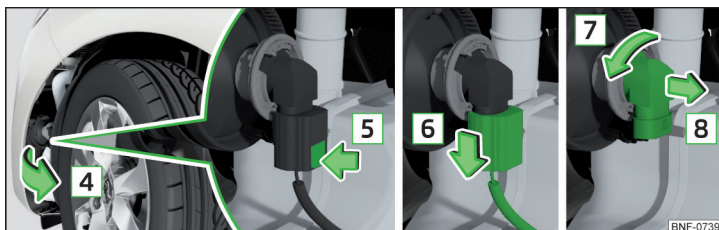

Fig. 146 Înlocuirea becului
- Deschideți capitonajul pasajului de roată în sensul săgeții **4** » fig. 146.